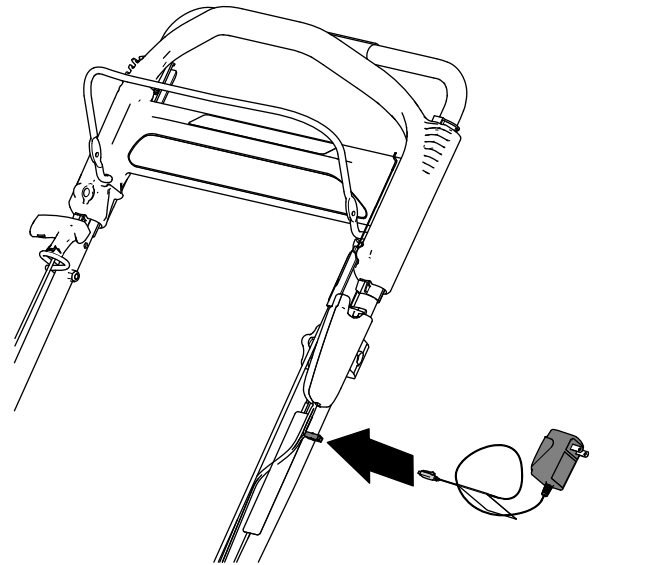

Figura 29
1. Collegate il caricabatterie al cablaggio situato sotto il pulsante di avviamento elettrico (Figura 29).